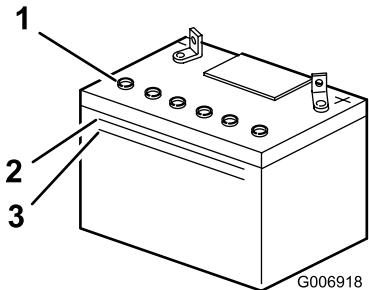

Figura 28
2. Mire hacia el lateral de la batería. El electrolito debe llegar a la línea superior (Figura 28).
Nota: No permita que el electrolito esté por debajo de la línea inferior (Figura 28).
3. Retire los tapones de ventilación de la batería (Figura 28).
4. Vierta lentamente agua destilada en cada célula de la batería hasta que el nivel de electrolito llegue a la línea superior (Figura 28) de la caja de la batería.
5. Espere de cinco a diez minutos después de llenar las células de la batería. Añada agua destilada, si es necesario, hasta que el nivel de electrolito llegue a la línea superior (Figura 28) de la caja de la batería.